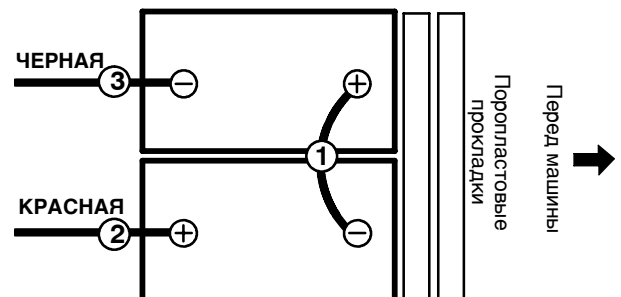

РИС. 2
5. Подключите провода к клеммам батарей в порядке номеров, указанном на бирке (Рисунок 2), КРАСНАЯ К ПОЛОЖИТЕЛЬНОМУ ПОЛЮСУ(+), ЧЕРНАЯ - К ОТРИЦАТЕЛЬНОМУ (-).